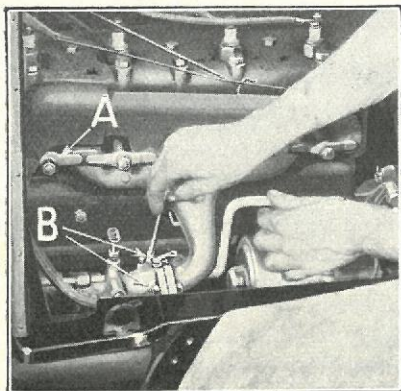

Fig. 426
- 872** Skru Pindboltmøtrikken af, som holder Varmfluftrøret til Forgreningsrøret (Fig. 426-A) og borttag Varmfluftrøret fra Karburatoren.
- (c) Indsæt Enden af Karburatorvarmluftrøret i Karburatoren og spænd Møtrikken til, som holder Varmluftrøret til Forgreningsrøret (Fig. 426-A).